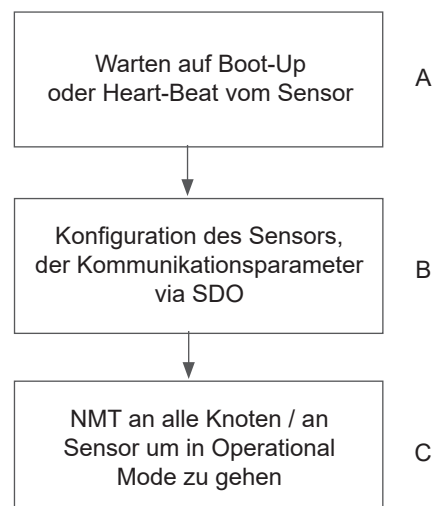

Abbildung 15:
- Nach Anlegen des Stromes verschickt der Sensor eine Boot Up Nachricht innerhalb von ca. 5 Sekunden und sobald der Preoperational-Zustand erreicht ist. In diesem Zustand werden vom Sensor nur die Heartbeat-Nachrichten verschickt, falls es entsprechend konfiguriert ist (Punkt A in Abbildung 15).
- Anschließend kann der Sensor über SDOs konfiguriert werden, in den meisten Fällen ist dies nicht notwendig, da die einmal eingestellten Kommunikationsparameter automatisch vom Sensor gespeichert werden (vgl. Punkt B in Abbildung 15).
- Um den Sensor in den Operational Zustand zu versetzen kann entweder eine entsprechende Nachricht an alle CANopen Teilnehmer oder speziell an den Sensor verschickt werden. Im Operational Zustand verschickt der Sensor die unterstützten PDOs entsprechend seiner Konfiguration entweder in periodischen Zeitabständen oder auf Synch-Nachrichten getriggert (vgl. Punkt C in Abbildung 15).